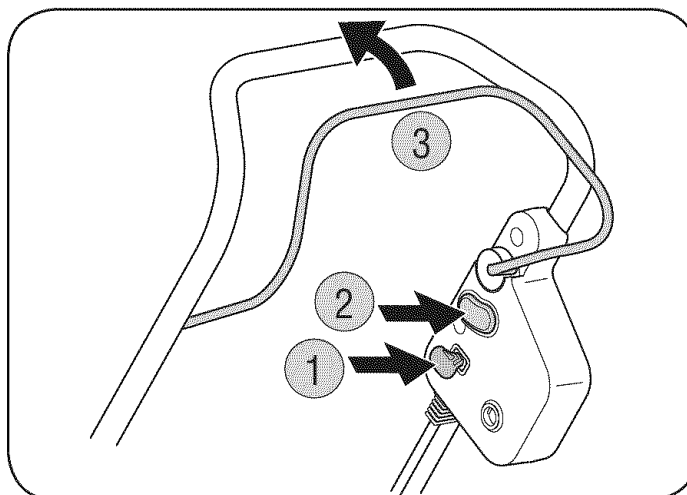

Figura 8
1. Inserte la llave. Consulte la Figura 8.